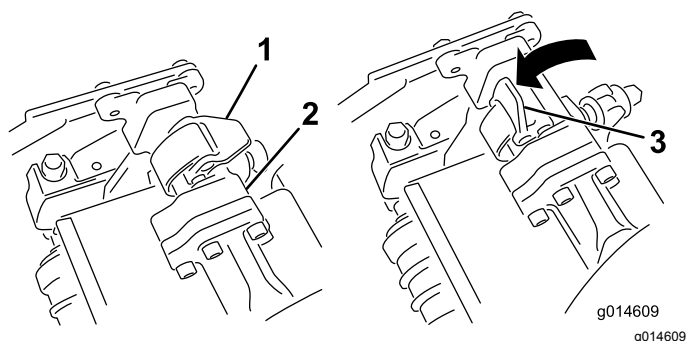
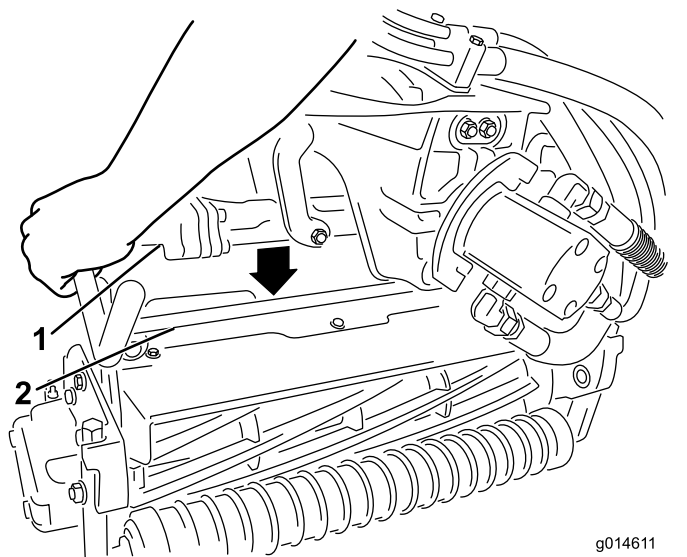

図 44
図 45
3. サスペンションアームのバーについているラッチを上向き開いた状態にして 図 44、サスペンションアームを押し下げて、バーを、カッティングユニットのバーの上に被せるようにする 図 45。
4. ラッチを下げて閉じるとカuttingユニットのバーがロックされてユニットがアームにセットされる図 44。
4. 取り外したいCuttingユニットのサスペンションアームのバーについているラッチを開く(図 44)。